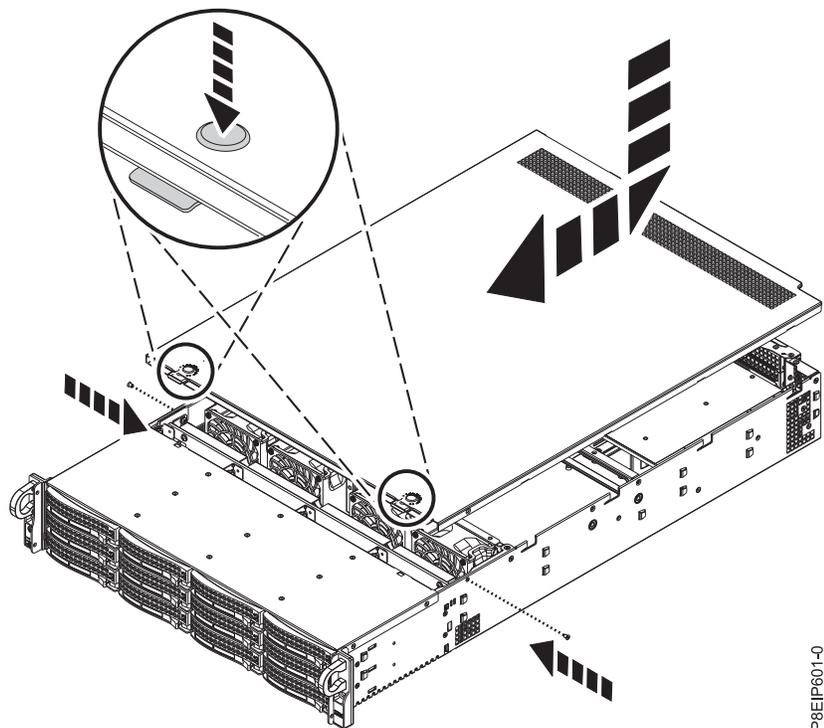

図 73. カバーの再取り付けと固定
2. カバーを所定の位置に収まるまで前方にスライドさせます (図 73 を参照)。